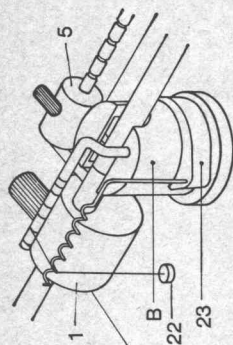

Fig. 2
Le tableau 2 (1^{re} colonne) indique que pour une force d'appui de 1,5 g et un rayon de pointe de 18µm (0,0007") il y a lieu (quatrième colonne) d'accrocher le petit poids de 1 g à l'encoche 6 de la tige coudée (3). Le fil de nylon, auquel le poids est accroché, devra chevaucher une des spires de la tige hélicoïdale du support (23) et pouvoir manœuvrer librement lors du déplacement latéral du bras (fig. 2).